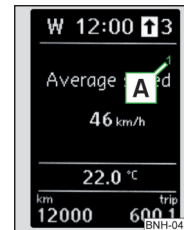

Abb. 28
**Anzeige des gewählten Speichers im Display auf der Position **A** » Abb. 28**